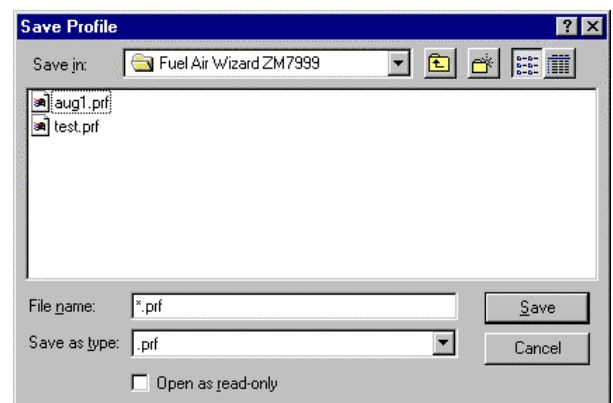

図 20 : プロファイルの保存画面
- ユーザーが作ったプロファイルを参考のため、また今後使用するために、ユーザーの PC またはディスク上のファイルに保存します。図 20 から図 31 まではプロファイル曲線を作るプロセスの概要です。
- プロファイルの保存 (Save Profile) —このボタンを押すと作られた曲線がユーザーの PC またはディスク上のファイルに保存されます。ボタンを押すと、ファイル検索ウィンドウが開き、ファイルを保存したいディレクトリーまでナビゲートすることができます (図 20)。ファイル名は分かりやすくしてください。保存 (Save) を押すと拡張子 (.prf) が自動的に追加され、プロファイルが保存されます。